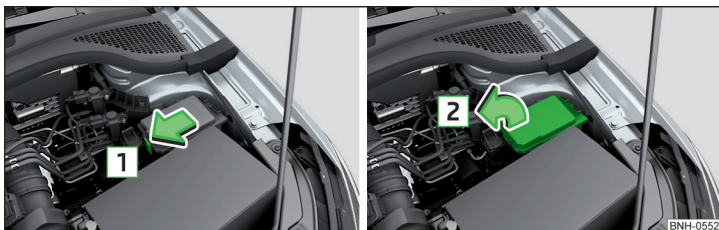
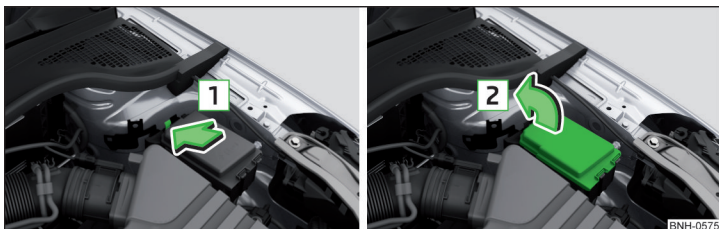

Abb. 267 Abdeckung des Sicherungskastens - Variante 1
Abb. 268 Abdeckung des Sicherungskastens - Variante 2
- Die Verriegelungstaste der Abdeckung in Pfeilrichtung **1** » Abb. 267 bzw. » Abb. 268 drücken und die Abdeckung in Pfeilrichtung **2** abnehmen.